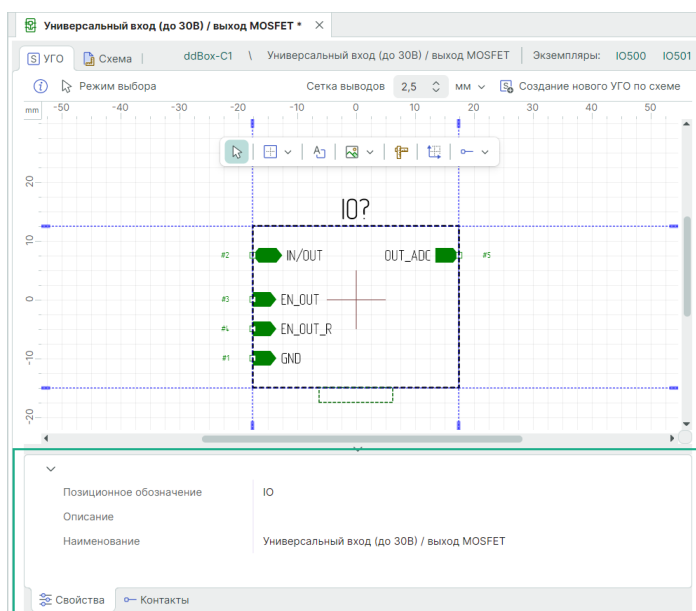

Рис. 277 Свойства блока
- Наименование – имя блока. Под этим именем блок отображается в иерархии проекта, см. Рис. 277.